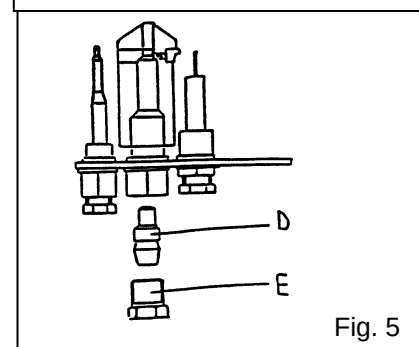

Fig. 5
5.2 Sostituzione dell'iniettore del bruciatore pilota (Fig. 5)